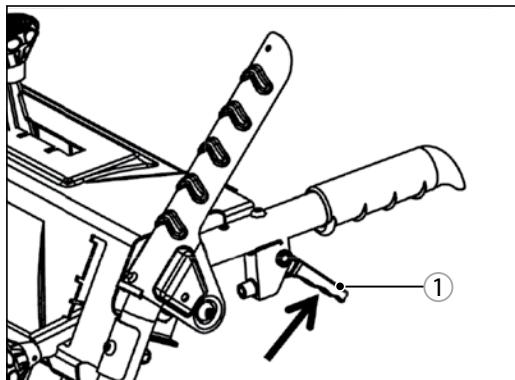
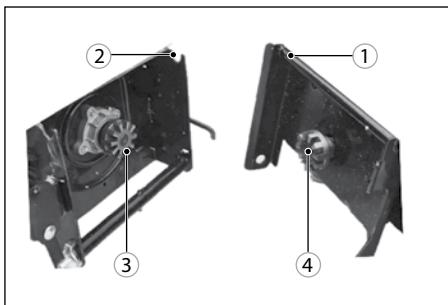

Рис. 7
Рис. 10
С правой стороны верхняя рукоятка фиксируется двумя болтами, с левой стороны – болтом и держателем рукоятки поворота желоба (рис. 10).
3. Нажмите на рычажок снятия насадки 1 (рис. 7) расположенный на ручке слева.
Не нажимайте рычажок 1 на рис. 7 во время работы насадки.
- Убедитесь, что стержень 1 на насадке попал в паз основной части 2 (рис. 10), а шестерня 3 привода щетки/шнека состыковалась с шестерней 4 на насадке (рис. 10). Отпустите рычажок 1 снятия насадки, должен появиться соответствующий щелчок фиксации (рис. 7).